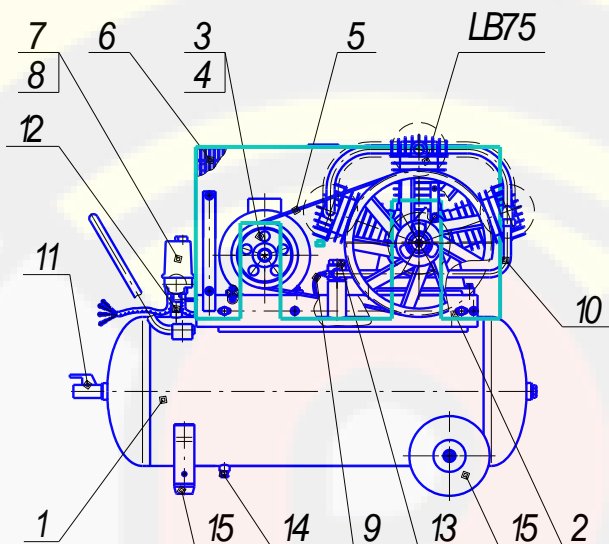
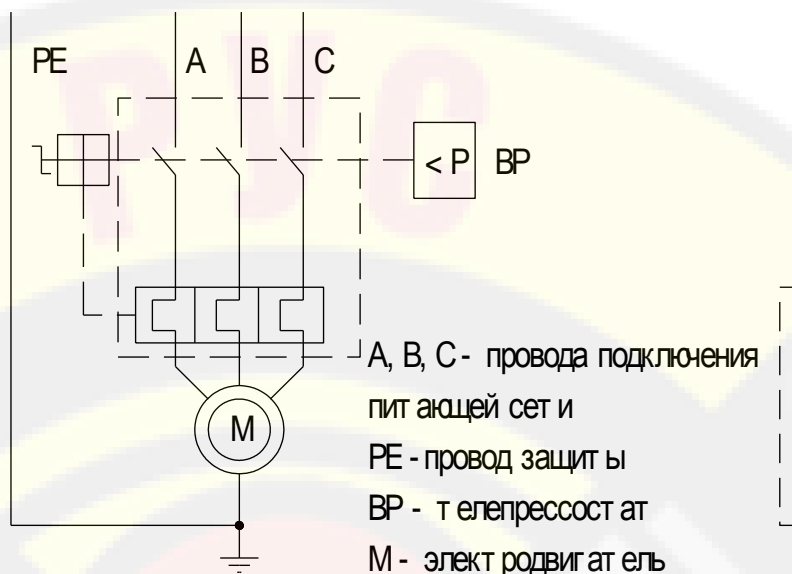

Рис. 1
Рис. 5
2.8. Общий вид компрессора представлен на рис. 1, 2, 3, 4 схема электрическая принципиальная – на рис. 5.
**Примечание:** комплект колес и амортизаторов для компрессора СБ4/С-100.LB75 (поз. 15, см. рис. 1), комплект амортизаторов для компрессоров СБ4/Ф-270.LB75, СБ4/Ф-500.LB75, СБ4/Ф-270.LB75В (поз. 15, см. рис. 2, 3, 4), а также детали их крепления упакованы отдельно.
5.1. Компрессор (рис.1) состоит из следующих основных сборочных единиц и деталей: блока поршневого LB75, ресивера (воздухосборника) 1, платформы 2, электродвигателя 3 со шкивом 4, клиновых ремней 5, защитного ограждения 6, телепрессостата 7, манометра 8, воздухопровода сброса давления 9, нагнетательного воздухопровода 10, крана 11, клапана предохранительного 12, клапана обратного 13, крана слива конденсата 14, колес и амортизаторов 15.
Ресивер (воздухосборник) 1 (см. рис. 1, 2, 3, 4) служит для сбора сжатого воздуха, устранения пульсации давления, отделения конденсата и масла. Ресивер является также корпусом, на котором смонтированы узлы и детали компрессора.